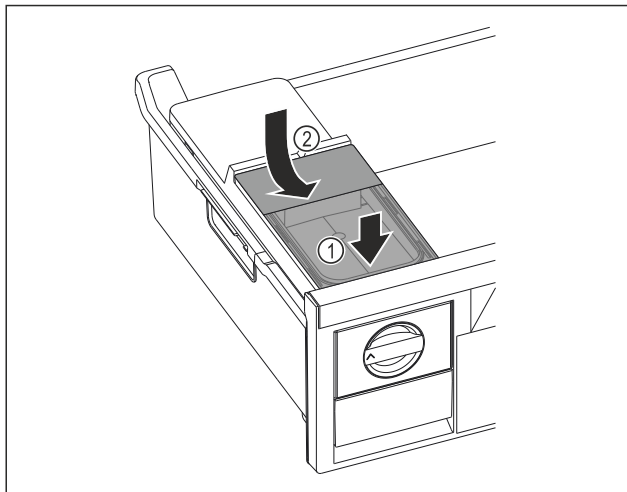

Fig. 70
- ▶ Sett fast fronten på vannbeholderen. Fig. 70 (1)
- ▶ Senk vannbeholderens bakdel. Fig. 70 (2)